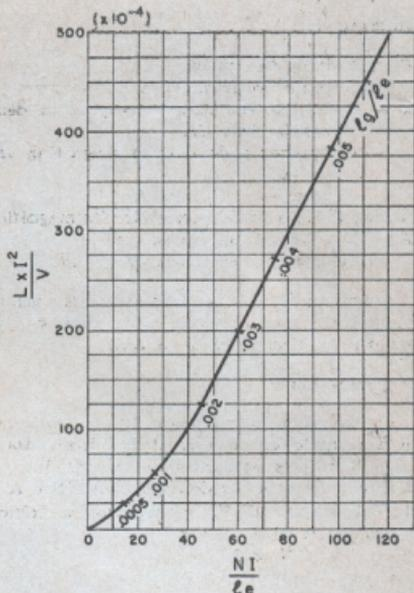

Figura 26
1) Calculamos LI^2/V , consultamos o gráfico da figura 26 e tiramos
Entrando-se no gráfico da figura 26 com o valor acima, $1,22 \times 10^{-3}$, tiramos: